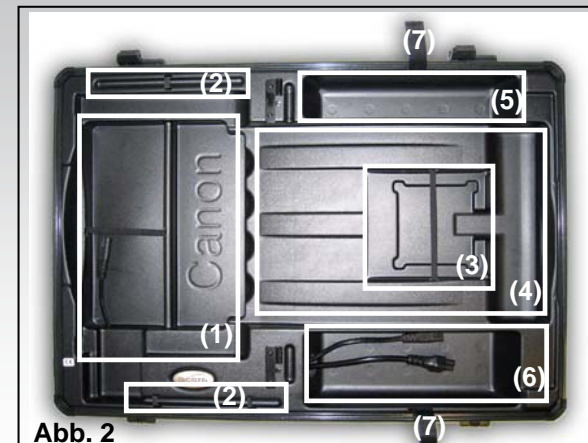

Abb. 2
Kofferboden (Abb. 2)
- (1) Passform für Ihren Drucker (Canon i80/iP90)
- (2) Kabelführungshilfe
- (3) Staufach für CD-ROM, 3,5" FDD, etc.
- (4) Staufach für ausgedrucktes Papier
- (5) Staufach für Notebook-Netzteil zum Anschluss an Euro 8-Stecker (mit / ohne Schutzleiter)
- (6) Staufach für Drucker-Netzteil zum Anschluss an Euro 8-Stecker (mit / ohne Schutzleiter)
- (7) Notebook-Strap
- (8) Klapdeckel (in Abb. 2 nicht abgebildet)
- 2) Legen Sie das Drucker-Netzteil in das vordere Fach der Kofferunterschale (Abb. 2, Fach Nr. 6).
- 3) Verbinden Sie nun den Euro 8 Stecker mit dem 220 V - Anschluss am Netzteil (Abb. 2, in Fach Nr. 6). Sichern Sie das Drucker-Netzteil mit den zwei dafür vorgesehenen Klettverschlussbändern!